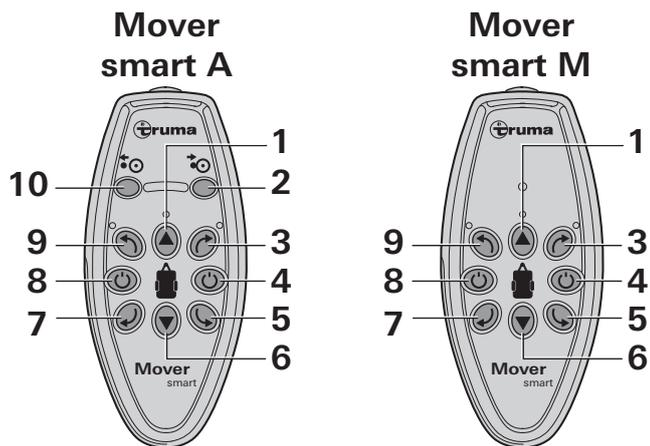
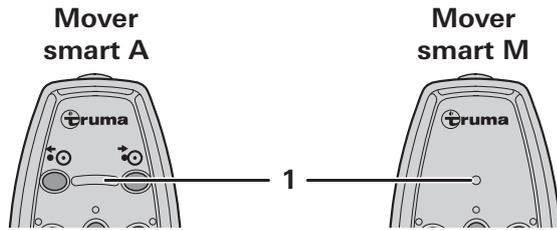

Figure 2
Figure 6
- Appuyer sur la touche (Fig. 2 - 8) de la télécommande jusqu'à ce que les LED s'allument (Fig. 6 - 1).
**!** L'interrupteur à coulisse latéral de la télécommande (Fig. 2 - 4) sert aussi d'« interrupteur d'arrêt d'urgence ». En cas de problèmes, par ex. de comportement incontrôlé du système de manœuvre, il faut régler immédiatement l'interrupteur à coulisse latéral sur « ARRÊT ».
- À l'aide des touches directionnelles (Fig. 2 - 3/5/6/7/9) déplacer la caravane dans la direction souhaitée.
**i** En appuyant simultanément sur les touches directionnelles opposées (Fig. 2 - 5/9 ou 3/7), la caravane tourne autour de son propre axe dans la direction choisie.
- Pendant la marche (avant/arrière), le sens de marche peut être modifié à l'aide des touches directionnelles (Fig. 2 - 3/9 et 5/7).
- Appuyer sur la touche (fig. 2 - 4) de la télécommande. L'éclairage LED s'éteint.